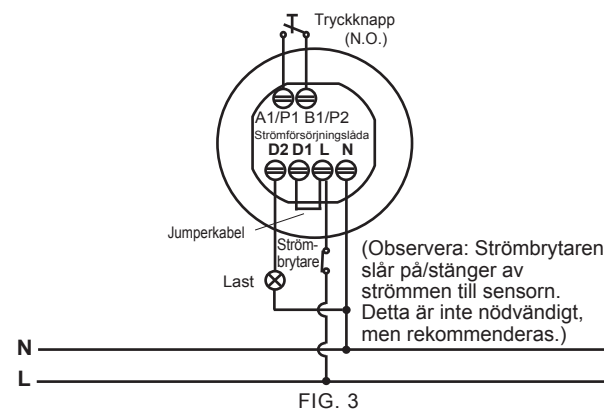
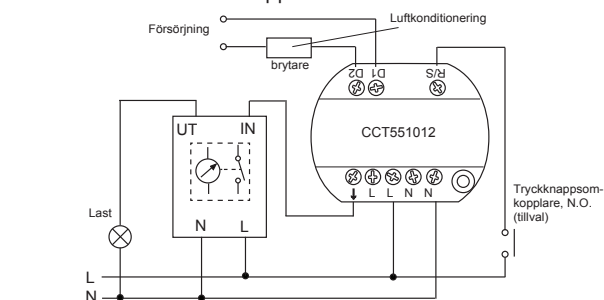

FIG. 3
Fig 8. Sensorn används med en trappautomattimerkrets
- En sensor kontrollerar en last (se FIG. 3).
- 3.2.2.2 R/S-terminalen är en optimal anslutningspunkt för en tryckknapp. Fig 8 visar hur man ansluter sensorn till en trappautomattimerkrets.
- 3.3.3.2 Dra ut kablar ur standardkopplingsdosan (se FIG. 14), stripa sedan 6-8 mm av kabelmanteln för kabeldragning och se kabeldragningsdiagrammen för rätt kabelanslutningar (se FIG. 3-FIG. 8).